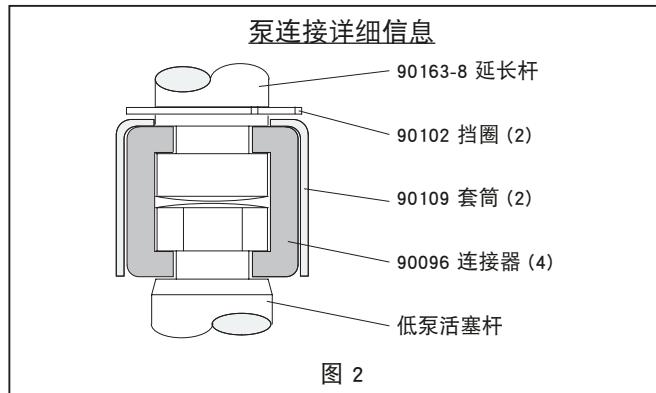

图 2
- 用 e 形环钳将挡圈向上拉到足够远处, 使套筒能向上移动并松开两个接头 (见图 2)。放下空气马达。